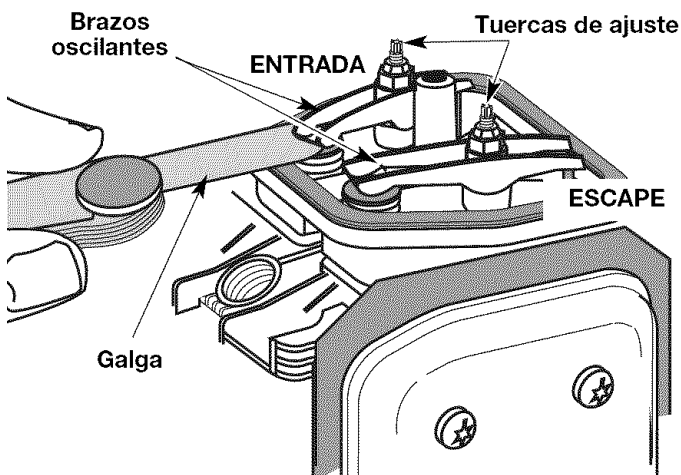

Fig. 26
- El pistón se encuentre en la parte superior de su recorrido mientras mira dentro del orificio de la bujía de encendido (Fig. 26).
- Deslice la galga entre el brazo oscilante y el resorte de retorno de la válvula. Mida el huelgo entre el vástago de la válvula y el brazo oscilante (Fig. 26 y 27). Realice esto en las válvulas de entrada y de escape.